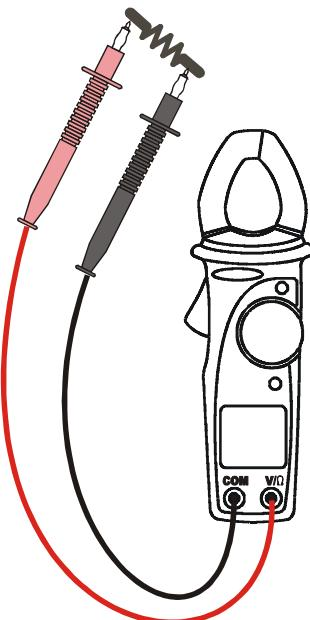

Abb. 8: Die Anwendung der Zange für Durchgangstest
2. Verbinden Sie die Meßleitungen mit den Eingangsbuchsen, der rote Stecker mit der V/Ω Buchse, und den schwarzen Stecker mit der COM Buchse. (s. Abb. 8).